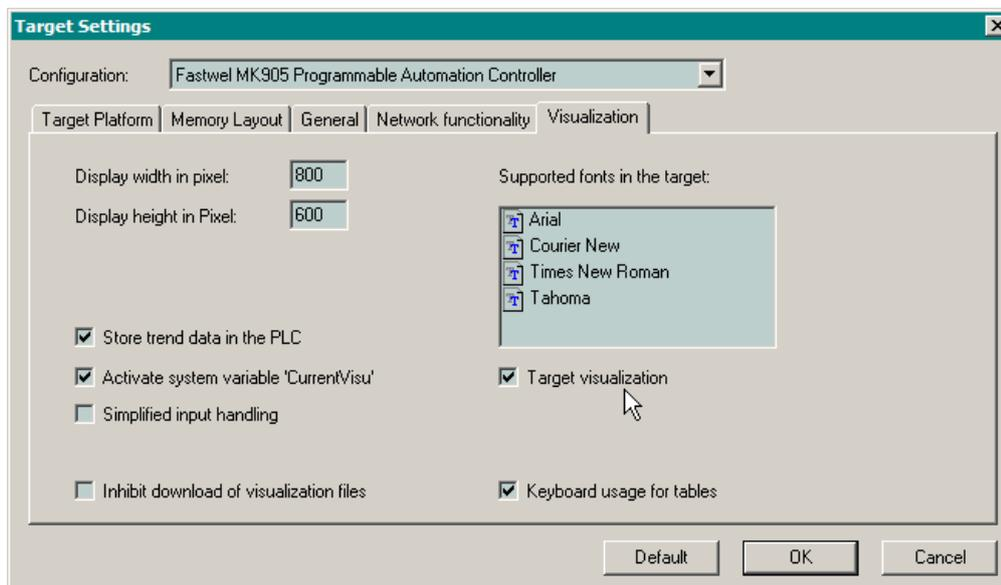

Рис. 88. Настройка параметров платформы для создаваемого проекта
3. Щелкните на вкладке **Visualization** диалоговой панели **Target Settings** и отметьте флажки **Target visualization** и **Store trend data in PLC**, как показано на рис. 88, после чего закройте диалоговую панель **Target Settings** нажатием кнопки **OK**.